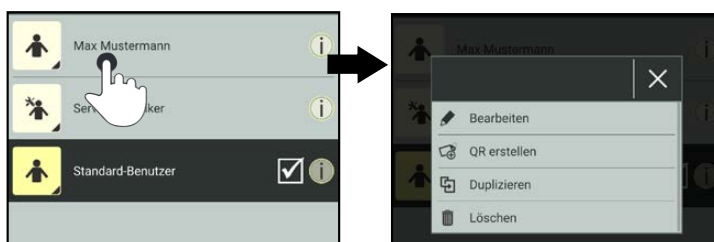

Abb. 59: Kontextmenü eines Benutzers durch Gedrückthalten aufrufen
- gedrückt gehalten werden (um Benutzer zu bearbeiten; siehe Abb. 59) oder